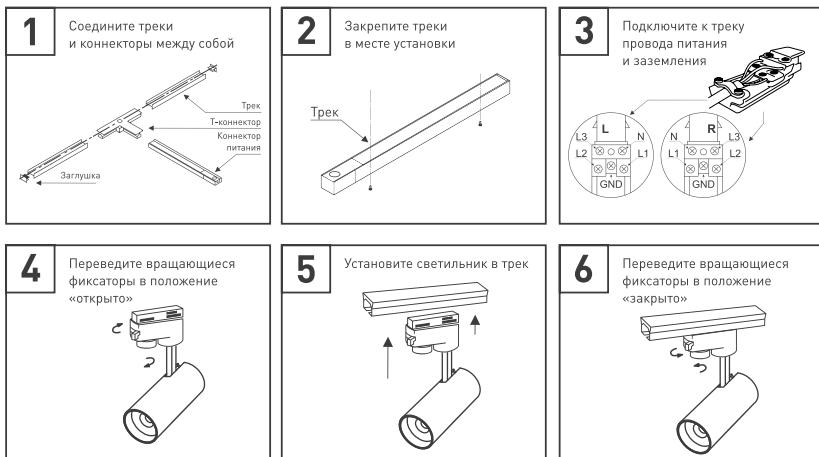

Рис. 2. Установка и подключение светильника
- 3.4. На коннекторе питания открутите винт и снимите крышку. Соберите схему подключения согласно рис. 2. Используйте 5-жильный кабель. Обязательно подключите защитное заземление к клемме GND.